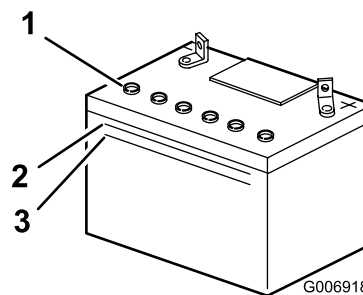

Figure 26
- Observez le côté de la batterie. Le niveau de l'électrolyte doit atteindre le trait supérieur (Figure 26).
Remarque: Le niveau d'électrolyte ne doit pas descendre au-dessous du trait inférieur (Figure 26).
- Enlevez les bouchons d'aération de la batterie (Figure 26)
4. Versez de l'eau distillée avec précaution dans chaque élément jusqu'au repère supérieur (Figure 26) sur le côté de la batterie.
5. Attendez 5 à 10 minutes après avoir rempli les éléments. Au besoin, ajoutez de l'eau distillée pour amener le niveau jusqu'au repère supérieur sur le côté de la batterie (Figure 26).